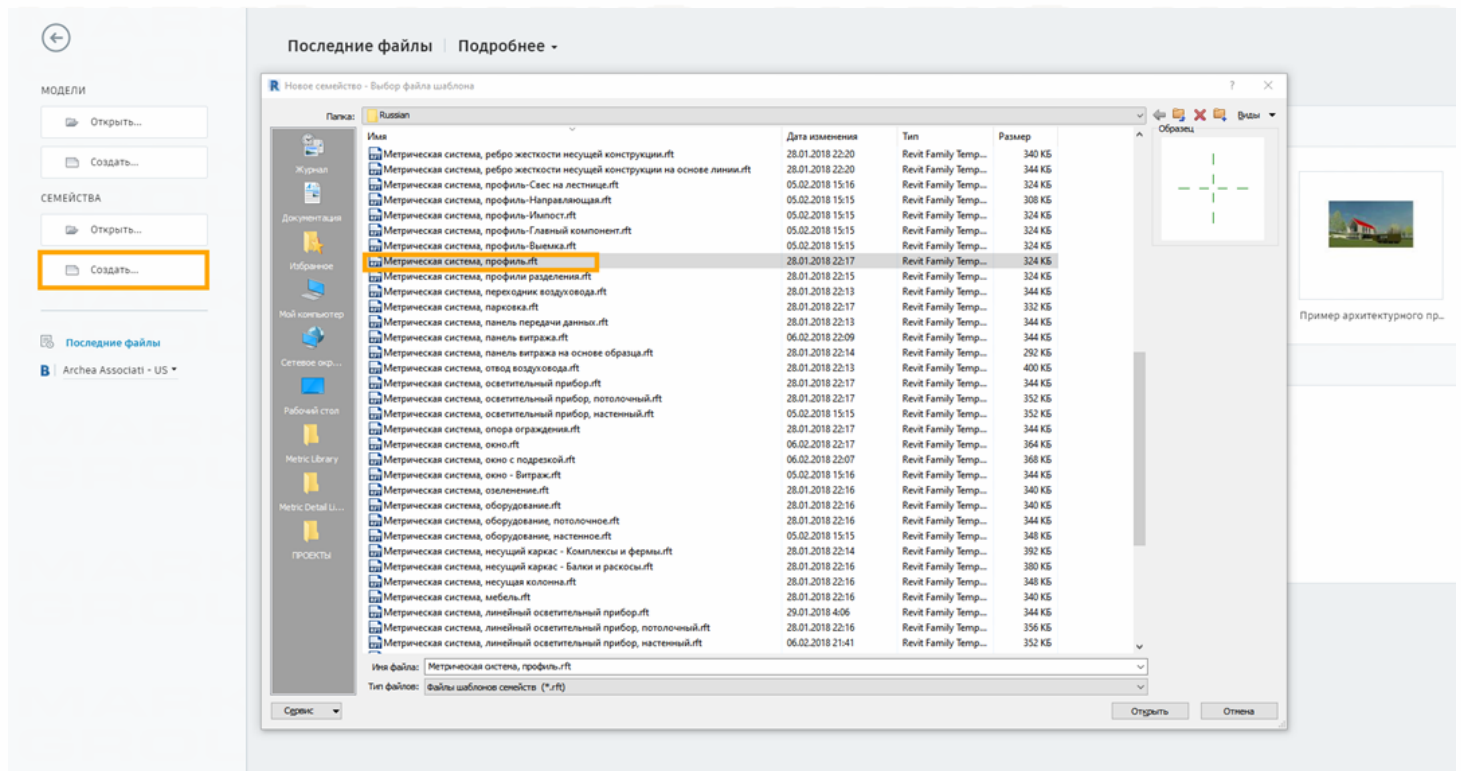

Рисунок 4
1. Создайте новое семейство на основе шаблона «Метрическая система, профиль» (см. Рисунок 4).